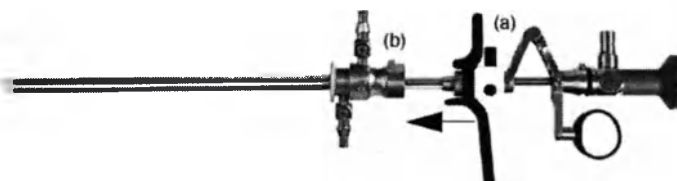

Рисунок 11: Установка рабочего элемента, цистоскопа и электрода во внутренний тубус
3. Ввести сборку рабочего элемента, цистоскопа и электрода (а) во внутренний тубус (b) до состыковки двух элементов (см. Рисунок 11). Повернуть внутренний тубус, пока направляющая шпилька не станет на место.